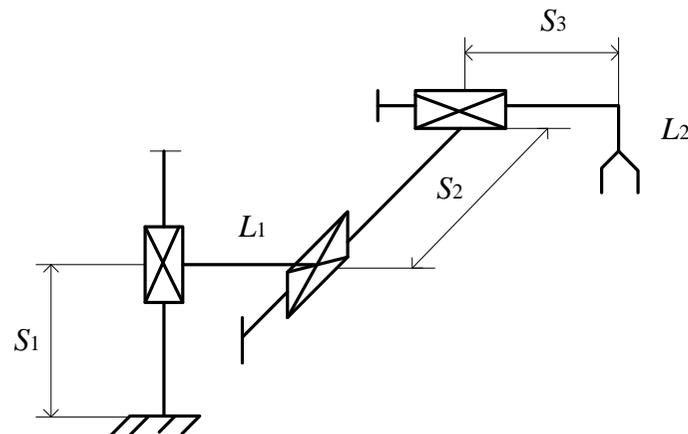

Рис. 3.1. Схема манипулятора
2. Задача. Определить подвижность, манёвренность и зону обслуживания манипулятора. При этом внести все необходимые обозначения кинематических пар и звеньев. Схема манипулятора представлена на рис. 3.1.